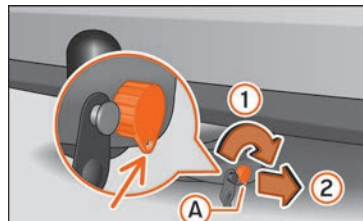

Abb. 302 Anhängerkupplung anbringen Schritt 2
»» **Abb. 302** (1).
- Ziehen Sie den Zündschlüssel ab (2).
- Setzen Sie die Abdeckung (B) auf das Schloss (3) »» **Abb. 302** »» 1.